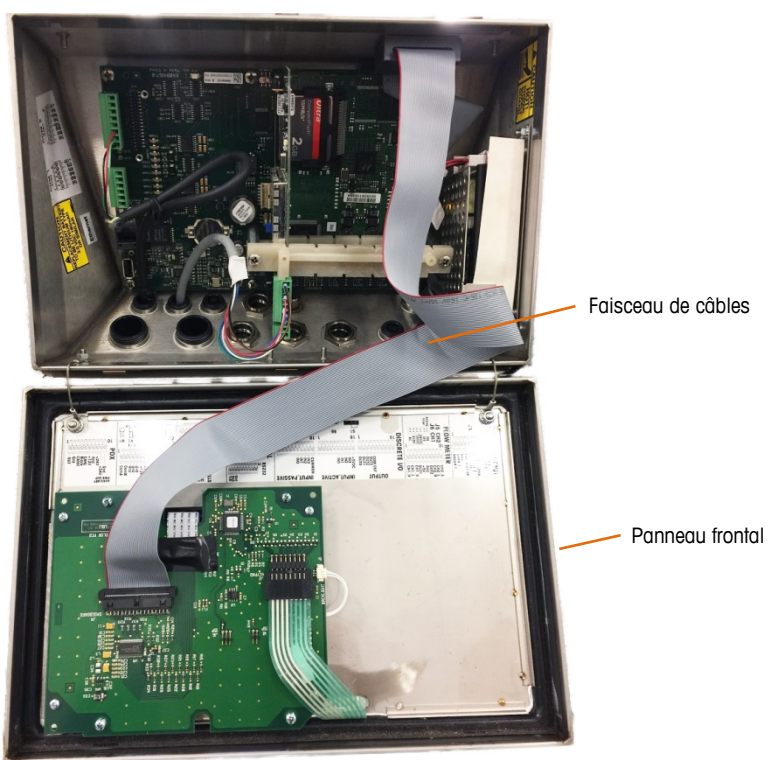

Figure 2-11 : Panneau avant inversé, faisceau de câble plus long installé
5. Connectez le faisceau de câbles de rechange (64087303) comme indiqué à la Figure 2-11.